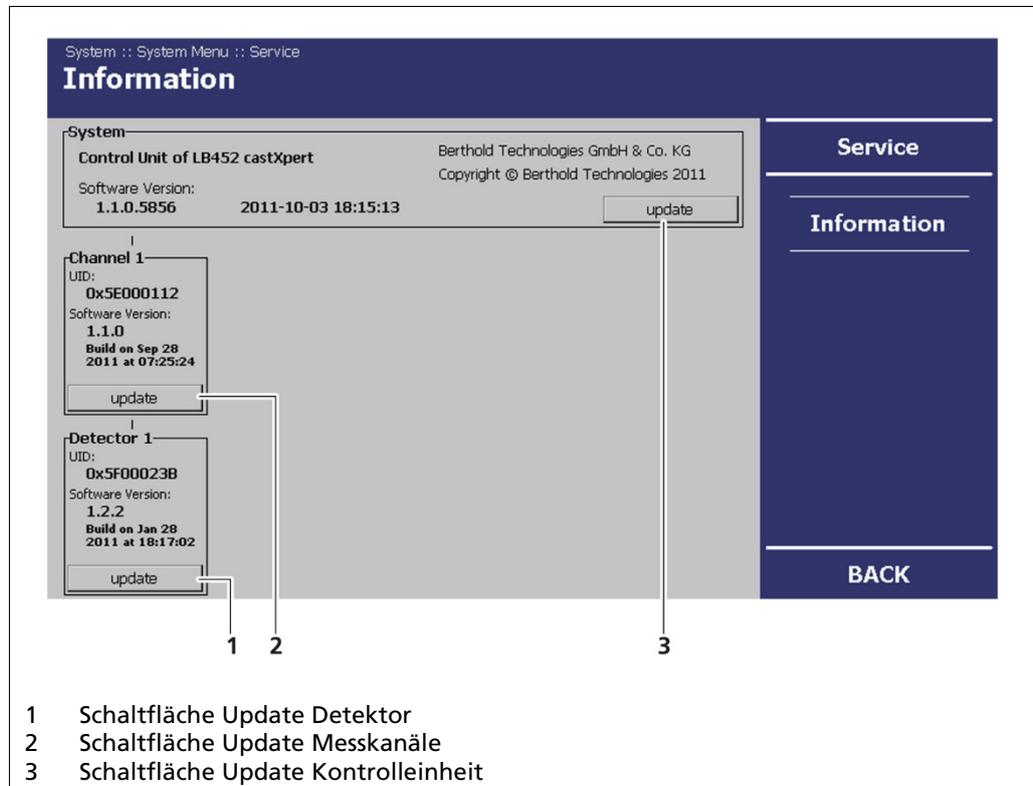

Abb. 42 Systemmenü, Service – Information
2. Klicken Sie im Systemmenü auf **Service | Information**. (Abb. 42, Pos. 4)
3. Klicken Sie auf **<update>** (Abb. 42, Pos. 3), um ein Update der Kontrolleinheit vorzunehmen.
2. Klicken Sie auf **<Update>** (Abb. 42, Pos. 2), um ein Update der Messkanäle vorzunehmen.
1. Klicken Sie auf **Service | Information** (Abb. 42, Pos. 4).
2. Klicken Sie auf **<Update>** (Abb. 42, Pos.1), um ein Update der -Detektoren durchzuführen.